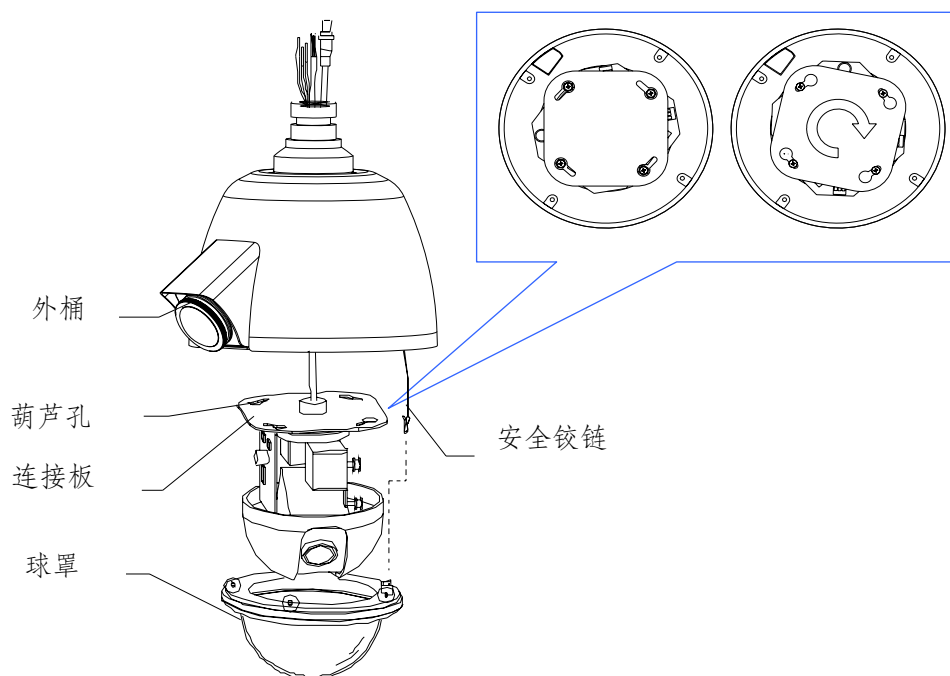

图 3-6
3. 将高速球连接板的 4 个葫芦孔大端对准内桶的四个螺柱上的盘头十字螺钉，顺时针旋转高速球连接板之后，使盘头十字螺钉旋至连接板葫芦孔小端，之后拧紧螺钉。见图 3-6 所示：